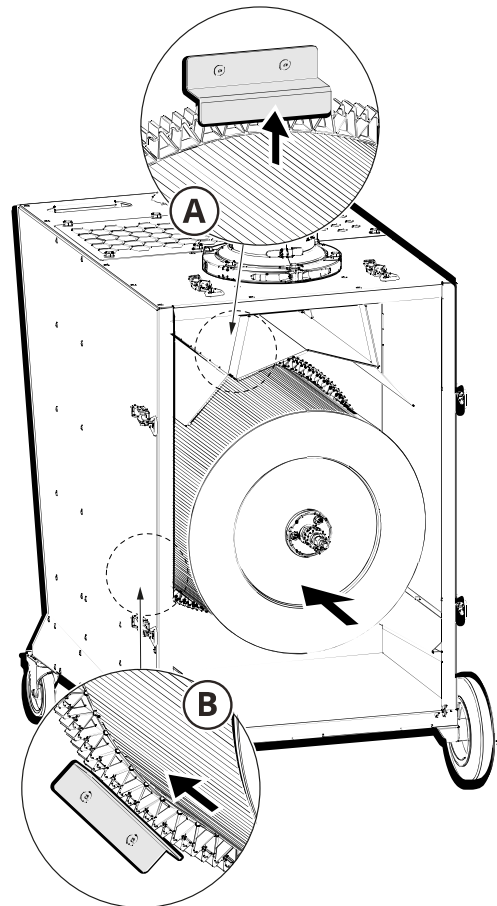

Fig. 31
2. Die neue Filterpatrone vorsichtig einschieben (**Fig. 31**).
1. Die neue Filterpatrone vorsichtig einschieben (**Fig. 31**).